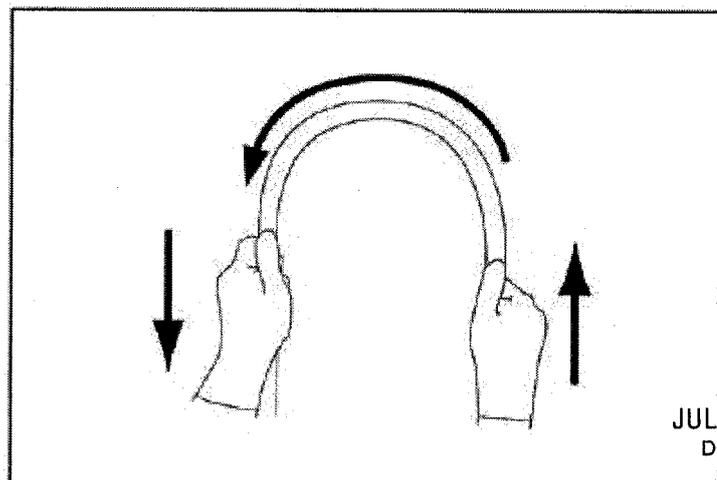

Fig 14
6. Con las dos manos, doblar el tubo de inserción del endoscopio en un semicírculo. A continuación, mover las manos, como se muestra por las flechas, confirme que todo el tubo de inserción se puede doblar sin problemas para formar un semicírculo y que el tubo de inserción es lo suficientemente flexible (Fig 14).